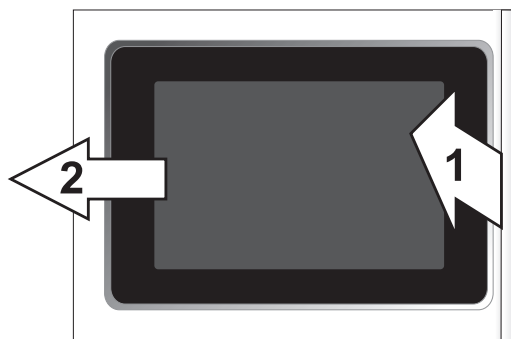

Figura 13
- 4.3.2. Para quitar el montaje exterior de la puerta, levante ligeramente el lado de la agarradera unos 30°. Deslice el montaje exterior de la puerta hacia fuera de las bisagras de la puerta (Figura 13).
- 4.3.14. Coloque el montaje exterior de la puerta utilizando los diez (10) tornillos que quitó en el paso 4.3.1 (ver H, Figura 13).